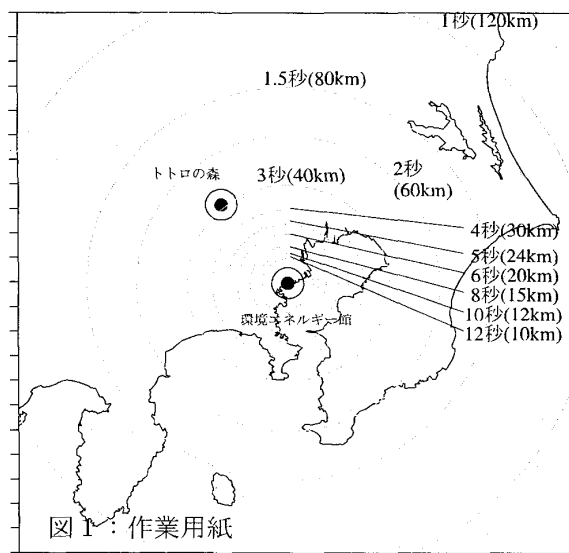

図2: 風船を扱ったプログラムの実行の様子
5. 糸がほとんど伸びきるまでの時間をストップウォッチで計測する(図2)。方位磁針を使って糸が伸びた方向を確かめる。